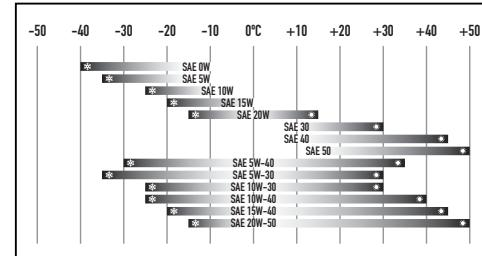

Рис. 5
- Шкала вязкости масла для его выбора (Рис. 5).
При увеличении концентрации угарного газа в районе установленного в генераторе датчика происходит автоматическая остановка генератора, и загорается красный индикатор на панели генератора (Рис. 5). Если концентрация угарного газа достигает 476 мг/м³ (пиковое значение) или 395 мг/м³ (среднее значение за 600 секунд), генератор выключается. В случае если датчик неисправен, то генератор также выключится и загорится желтый индикатор неисправности датчика, в данной ситуации нужно обратиться в сервисный центр.